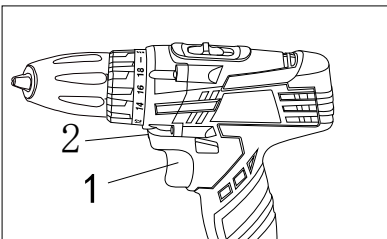

Рис.8
Підсвітлення (2) вмикається автоматично при натисканні вимикача (1) (рис.8) і автоматично вимикається при відпусканні.